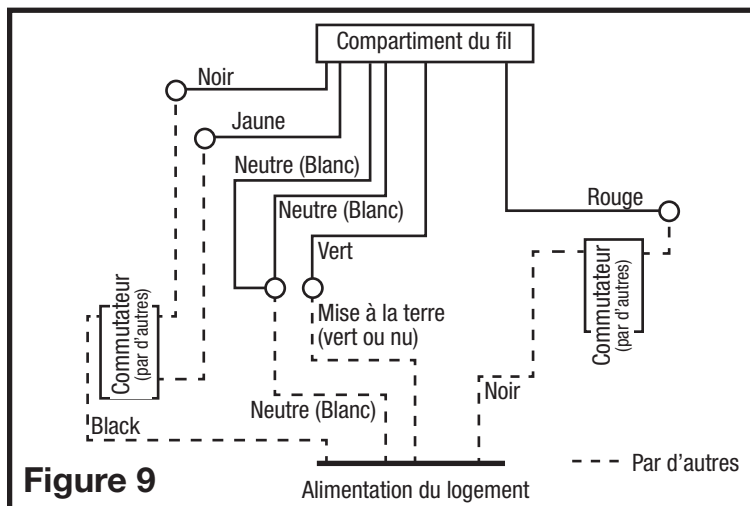

Figure 9
- 3b. À partir de l'endroit où vous avez choisi d'accéder à la boîte de jonction du ventilateur, connectez le fil blanc de la maison au fil blanc du ventilateur. Connectez le fil de la position automatique sur l'interrupteur mural au fil noir du ventilateur, connectez le fil de la position manuelle sur l'interrupteur au fil jaune du ventilateur. Connectez le fil de terre de la maison au fil vert du boîtier du ventilateur (Figure 9). Utilisez des méthodes approuvées pour toutes les connexions.